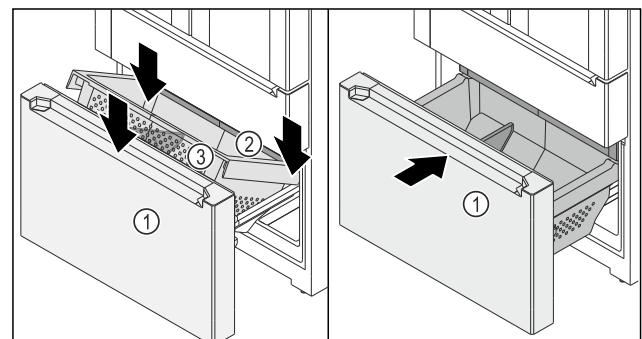

Fig. 154
- Auszugswagen Fig. 154 (1) ist herausgezogen.
- Schubfach Fig. 154 (2) ist eingeschoben.
- Behälter Fig. 154 (3) hinten auf den Schienen rechts und links aufsetzen.
- Behälter Fig. 154 (3) vorne absenken, sodass Behälter Fig. 154 (3) die Schienen rechts und links umschließt.
- Auszugswagen Fig. 154 (1) einschieben.